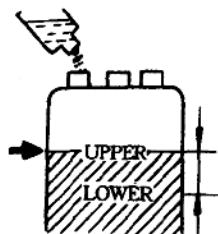

图 1-6 检查电解液液面高度
(11) 检查蓄电池电解液液面高度。如图 1-6 所示,电解液液面应当在上限(UPPER)和下限(LOWER)之间,如低于下限,则需添加蒸馏水。